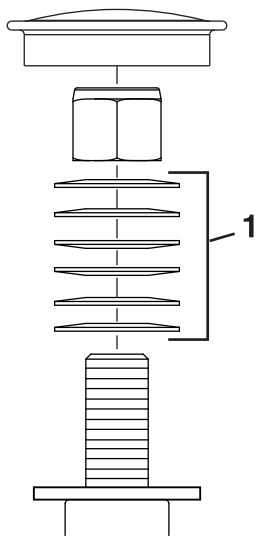

Рисунок 54
3. Снимите пылезащитную крышку с поворотного колеса и затяните контргайку (Рисунок 54).
4. Затягивайте контргайку до тех пор, пока пружинные шайбы не станут плоскими, и затем отверните на 1/4 оборота, чтобы правильно установить предварительную нагрузку на подшипниках (Рисунок 54).
- Внимание:** Убедитесь, что пружинные шайбы установлены правильно, как показано на Рисунок 54.
5. Установите пылезащитную крышку (Рисунок 54).